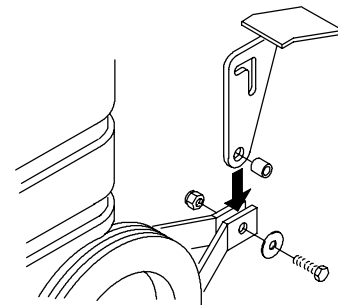

FIG. 4
8. Insérez l'écarteur dans le trou de la pédale, comme illustré. Placez la pédale entre deux trous du support et faites glisser la vis à tête hexagonale au travers du support et de la pédale. Fixez avec la rondelle et l'écrou (Figure 4).